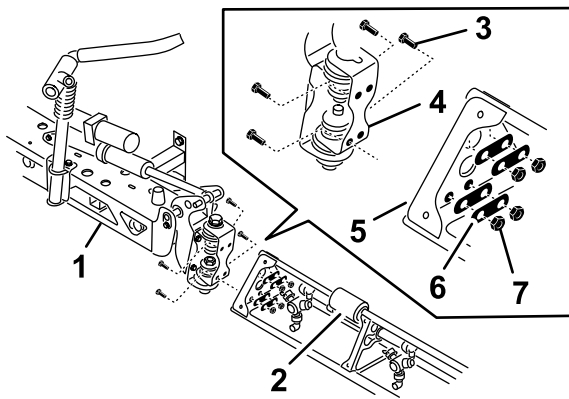

Figura 30
2. Gire cada soporte giratorio en el extremo de la sección del brazo central para que los soportes estén alineados verticalmente (Figura 30).
4. Instale la placa con bisagra en la placa triangular usando 4 pernos con arandela prensada, 4 pletinas de refuerzo y 4 contratuercas con arandela prensada que retiró en el paso 1, como se muestra en Figura 30.
6. Alinee la rótula del cilindro de elevación del brazo con los orificios del extremo del soporte de giro (Figura 30).
7. Sujete la rótula al soporte de giro con un pasador y una chaveta (Figura 30).